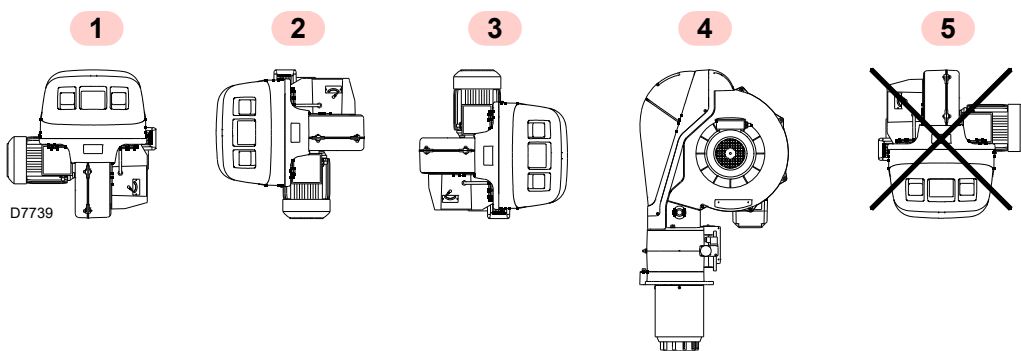

Fig. 10
- Il bruciatore è predisposto esclusivamente per il funzionamento nelle posizioni **1, 2, 3 e 4** (Fig. 10).